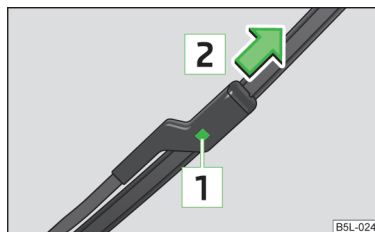

Abb. 32
- Die Sicherung **[1]** » Abb. 32 drücken, um das Wischerblatt zu entriegeln, und in Pfeilrichtung **[2]** abziehen.